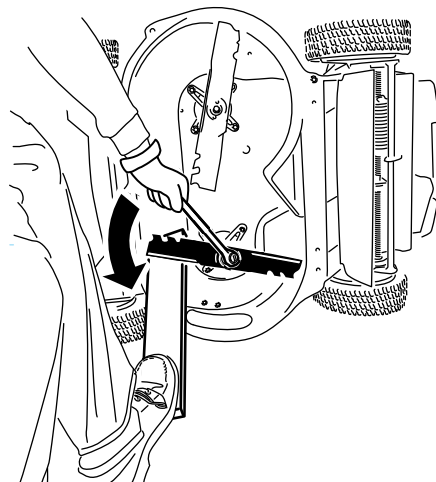

Bild 43
1. Halten Sie jedes Messer mit einem Holzblock fest und drehen Sie die Messerschraube nach links, wie in Bild 43 dargestellt.